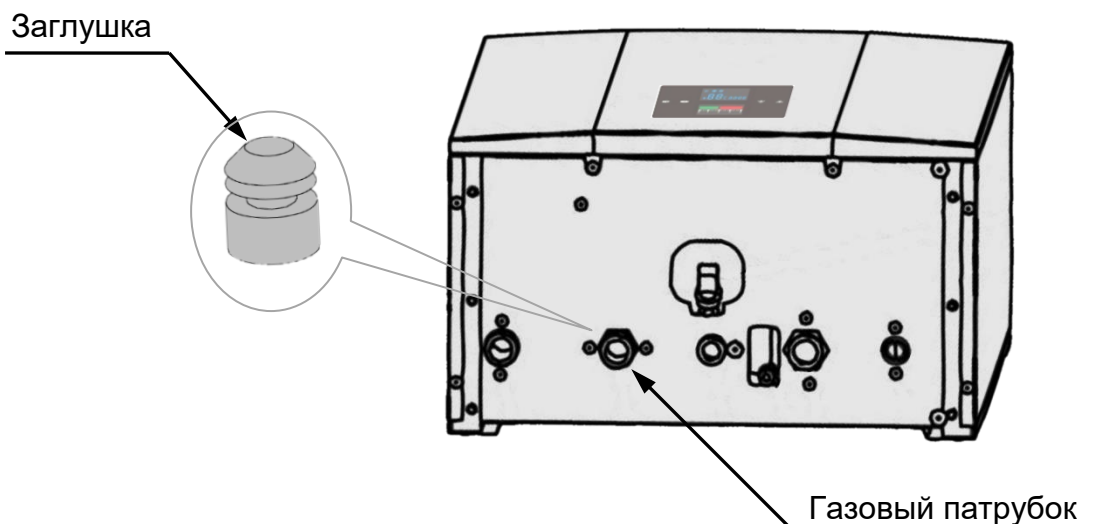

Рис. 15 Место присоединение котла к газопроводу.
- Газовую подводку подключают к газовому патрубку котла, предварительно сняв транспортную, защитную заглушку (См. Рис. 15).